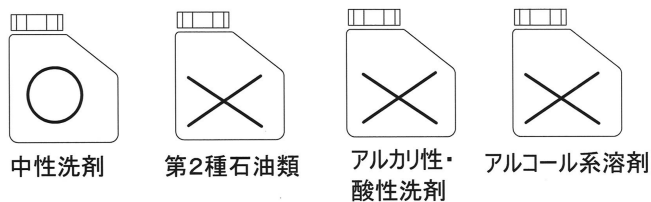

図3-1. 洗浄剤の例
- ・ガソリン、灯油、IPA（イソプロピルアルコール）、クレンザー等中性洗剤以外の洗浄剤を使用すると、塗装のはがれ・キズの原因になります。（図3-1参照）